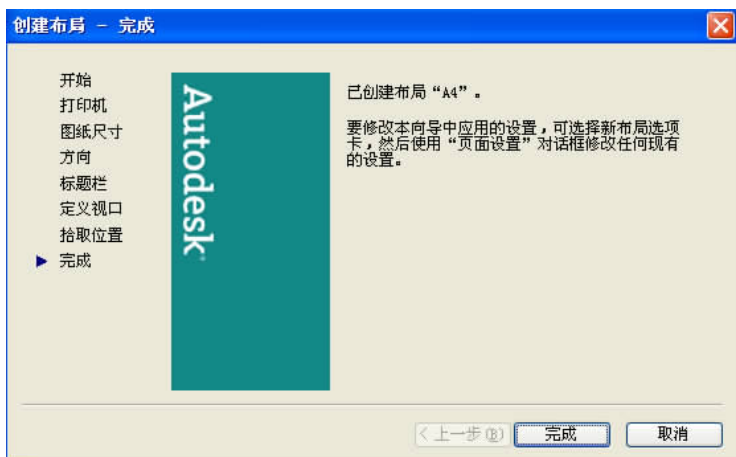

图 13.17 “完成”窗口
(8) 最后,在图 13.17 所示的“完成”窗口中,单击 **完成** 按钮,这样就在“模型”、“布局1”、“布局2”